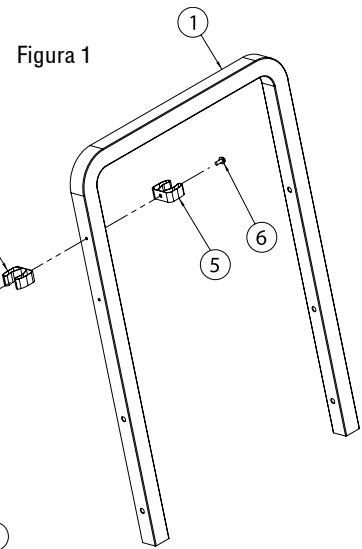

Figura 1
1. Encuentre la manija (1) y ubique 0.156 a través del agujero cerca de la curvatura en la manija. Del modo que se muestra en la figura 1, conecte dos grapas para agarrar (2) a la manija (1) usando dos tornillos de autoderivación (3).